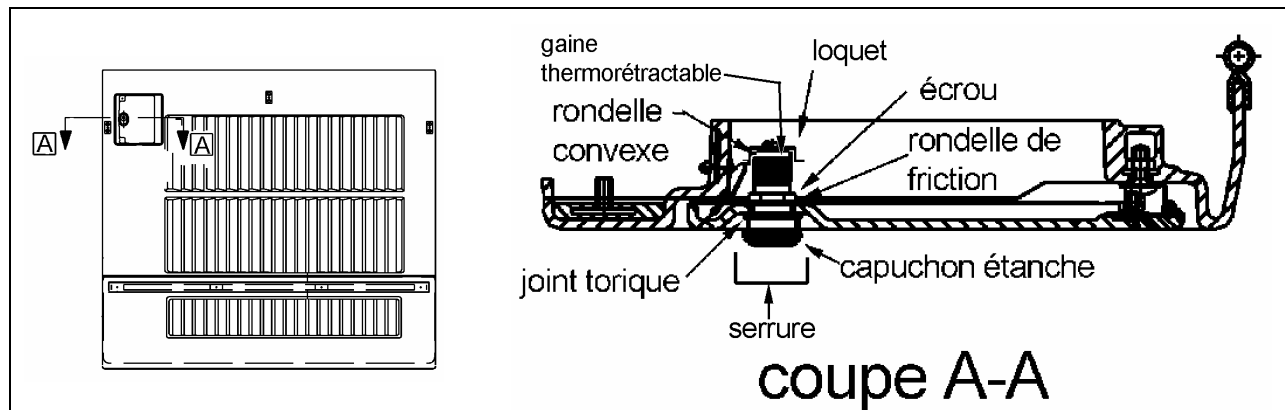

FIGURE 7: PETITE PORTE D'ACCÈS AU COL DE REMPLISSAGE DE CARBURANT
1. Du côté intérieur de la porte, enlever le loquet. Dévisser l'écrou qui retient la serrure puis retirer la serrure (voir figure 7).
2. Insérer la nouvelle serrure dans l'orifice du capuchon étanche puis placer le joint torique autour de la serrure de façon à ce qu'il soit coincé entre la porte et la base du capuchon étanche (voir figure 7).